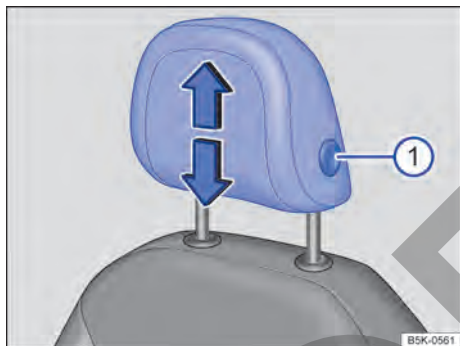
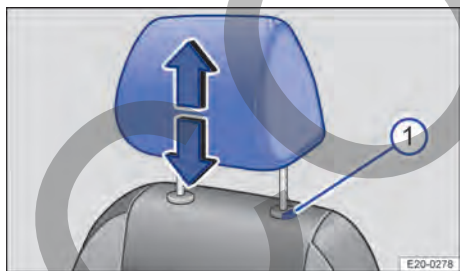

Fig. 62 En el asiento delantero: ajustar el apoyacabezas (variante 1).
Fig. 63 En el asiento delantero: ajustar el apoyacabezas (variante 2).
1. Suba o baje el apoyacabezas a la vez que presiona la tecla → Fig. 62 ① o → Fig. 63 ①.